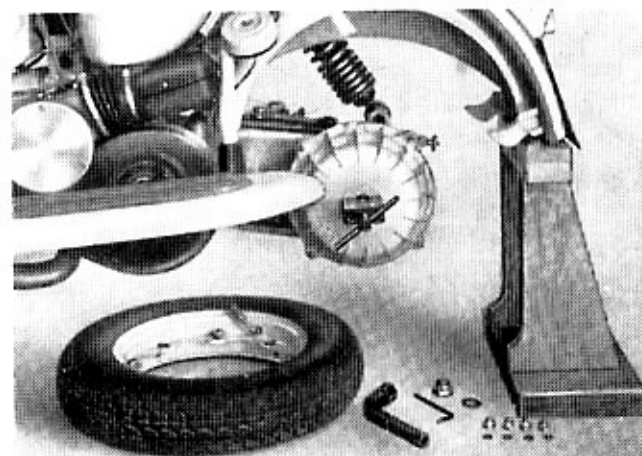

Fig. 12
NOTA - Per le operazioni che comportano lo smontaggio della ruota posteriore o della sospensione posteriore, si deve sostenere la macchina all'estremità della costola centrale ed è opportuno disporre di un supporto, ad esempio del tipo usato per la prima volta nell'op. 15 (vedi fig. 12).
- 16 Smontare la ruota posteriore: svitare i dadi ciechi e sfilare il cerchio dal mozzo; quindi svitare il dado di fissaggio del mozzo sul secondario (chiave da 27) ed estrarre il mozzo usando l'attrezzo n. 59826. Vedi fig. 12.